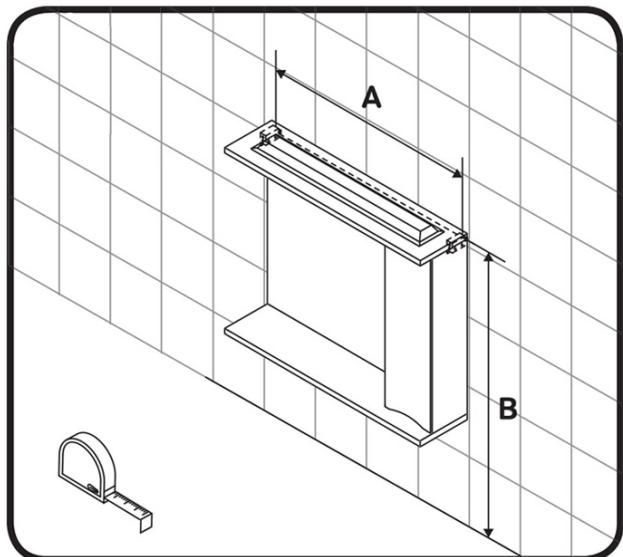

Рис.1 ЗАМЕР ОБЩЕЙ ВЫСОТЫ
- Далее необходимо отметить общую высоту зеркала с шкафчиком и расстояние между навесами, так как оно будет означать длину между анкерными болтами, которые необходимо установить в стену (**рис.1**).